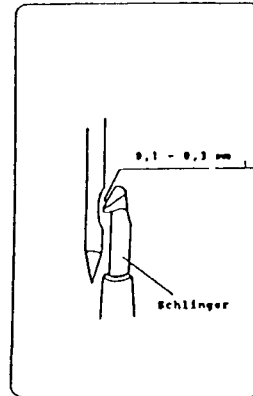

Abb. 12
4. Drehen Sie am Maschinenantriebsrad von Hand, bis der Greifer hinter dem konkaven Einschnitt der Nadel steht. Der Abstand zwischen Greiferspitze und Nadel soll in dieser Stellung nicht mehr als 0,1 mm betragen (Abb. 12).